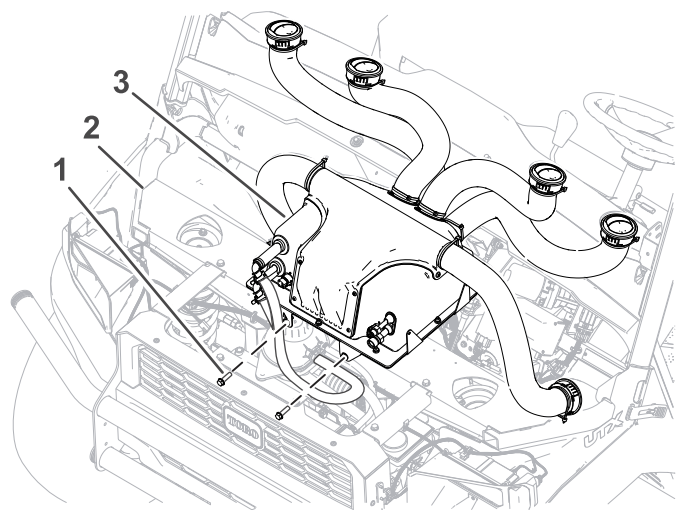

Figure 26
2. Fixez l'avant du boîtier HVAC au cadre de la machine à l'aide de 2 boulons à tête hexagonale (5/16" x 3/4"). Serrez les boulons à 22,6 N·m ; voir Figure 26.